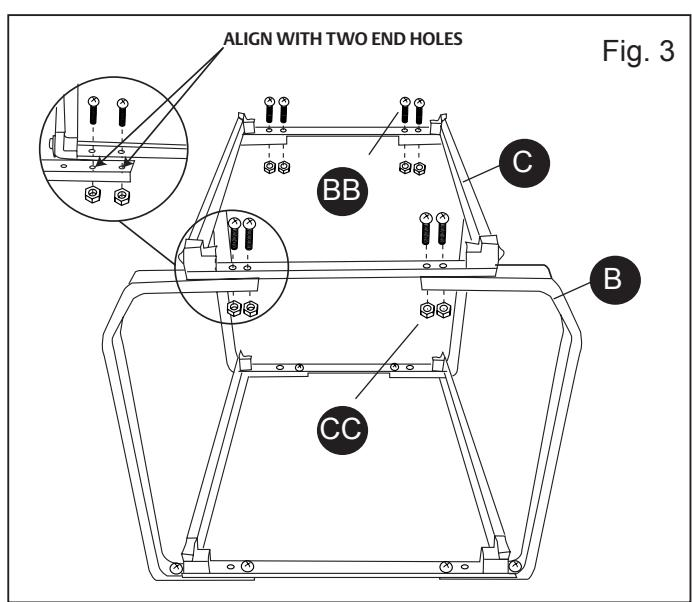

Fig. 3
2. Place second frame (C) on top of four brackets (B) and align **two END holes** in frame (C) with two holes in bracket (B) as shown in Fig. 3. Secure second frame (C) to brackets (B) with eight #10 screws (BB) and nuts (CC).
Placez le deuxième cadre (C) par-dessus les quatre supports (B) et alignez les **deux trous situés aux EXTRÉMITÉS** du cadre (C) sur les deux trous situés sur le support (B) tel qu'il est illustré à la figure 3. Fixez le deuxième cadre (C) sur les supports (B) à l'aide des huit vis no 10 (BB) et des écrous (CC).
Coloque el segundo armazón (C) por encima de los cuatro soportes (B) y alinee **dos orificios FINALES** del armazón (C) con dos orificios del soporte (B), como se muestra en la fig. 3. Ajuste el segundo armazón (C) a los soportes (B) usando ocho juegos de tornillos #10 (BB) y tuercas #10 (CC).